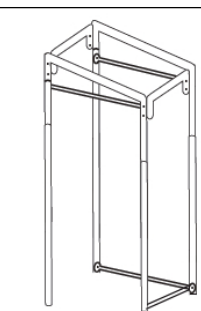

Fig. 3
- c. Voir la structure complétée dans la fig. 3.
- The completed frame is shown in Fig. 3.